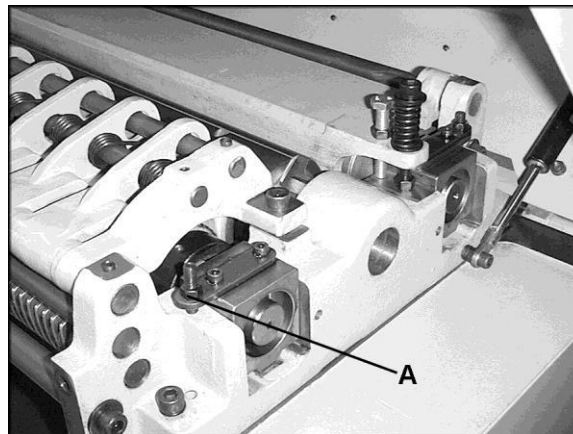

Рис. 14
5. Если ролик подачи ниже строгального вала не на 1,6 мм, откорректируйте, ослабив шестигранную гайку и вращая регулировочный винт (А, рис. 14) при помощи шестигранного ключа.
7. Затяните шестигранные гайки (А, Рис. 14). Когда закончите настройку.